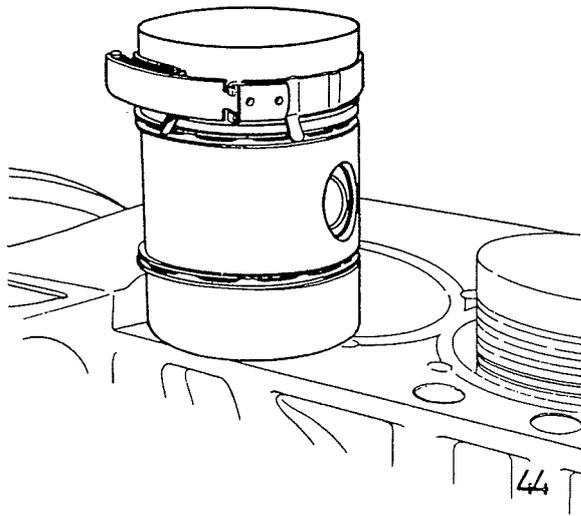

Bild 44 Eingebauter Kolben vor dem Aufsetzen des Zylinders
- c) der Zylinder über den nicht ausgebauten Kolben geschoben. Der Kolben muß dazu in seiner o.T.-Stellung sein. Werkzeug Nr. 4627 verwenden, siehe Bild 44.